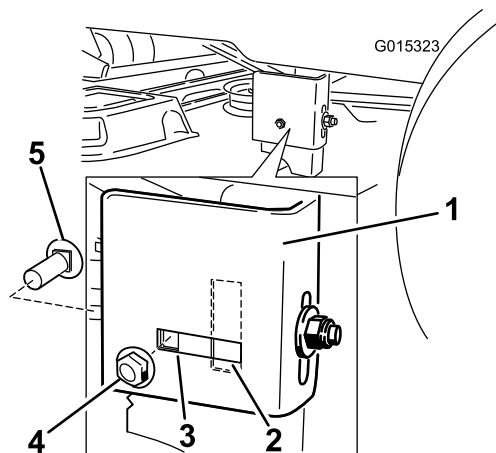

Figure 48
7. Passez au côté gauche de la machine. Retirez le boulon de carrosserie et l'écrou de blocage latéraux de la position fixe et placez-les dans l'emplacement allongé arrière, légèrement desserrés (Figure 48).